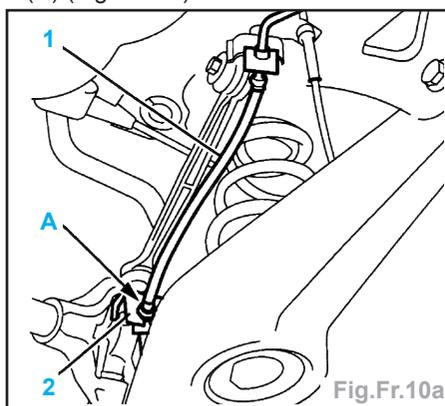

Fig.Fr.10a
- Désaccoupler le flexible de frein (1) en (A) (Fig.Fr.10a).